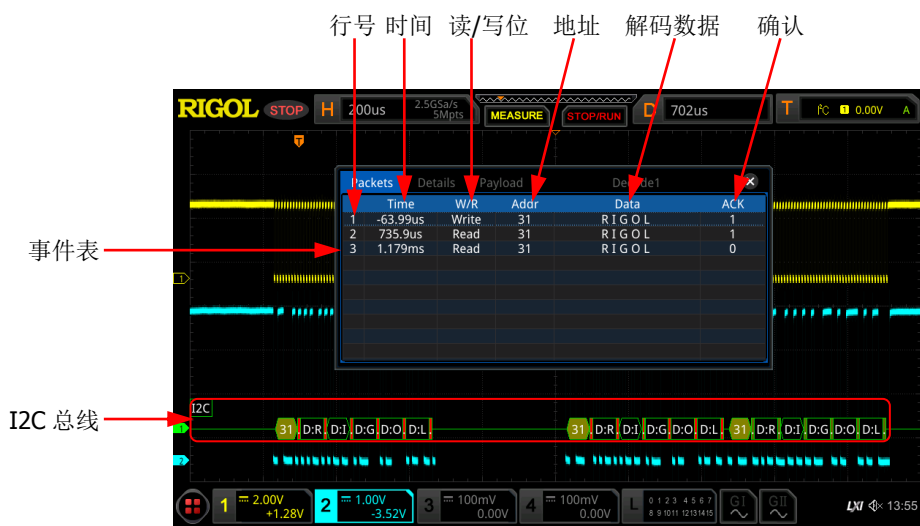

图 12-6 I2C 解码事件表
- 打开或关闭事件表：连续按 **事件表** 键，打开或关闭事件表显示。打开事件表，屏幕弹出如图 12-6 所示的事件表。您也可以使用触摸屏功能触摸事件表右上方的图标  关闭事件表功能。